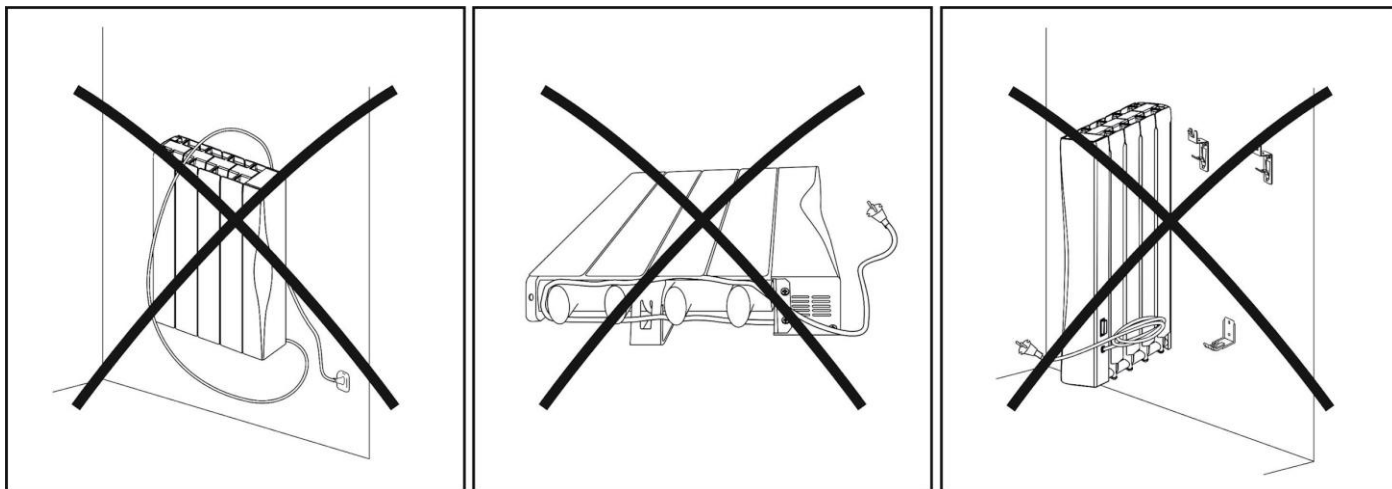

Abbildung 9
- Befestigen Sie das Netzkabel so, dass es die heißen Teile des Heizkörpers nicht berührt, dass es nicht eingeklemmt und dann herausgezogen werden kann und dass es nicht mit scharfen Teilen in Berührung kommt. Abb. 9